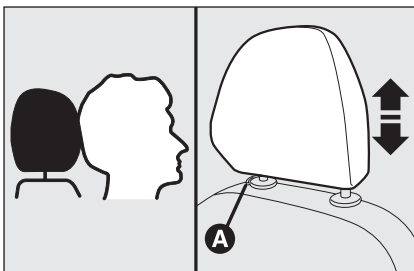

fig. 30
□ réglage vers le bas: appuyer sur la touche **A**-fig. 30 et baisser l'appui-tête.